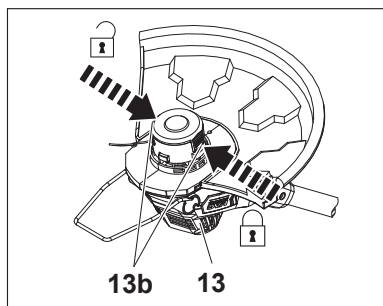

Fig. 31
2. Sujete firmemente el cabezal de corte (13) con una mano. Presione las lengüetas de bloqueo (13b) situadas en ambos lados del cabezal para retirar la tapa (13a) (Fig. 31).